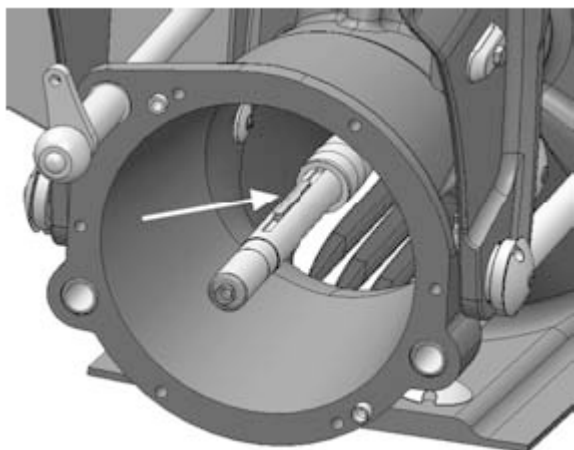

Figura 30. Chiavetta
3. Trovata la giusta lunghezza della ghiera posizionare la chiavetta e spingere la girante contro la ghiera (figura 30).